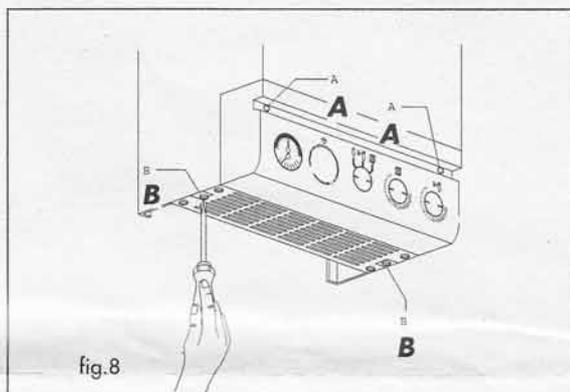

fig.8
- togliere le viti **A** e **B** (fig.8)